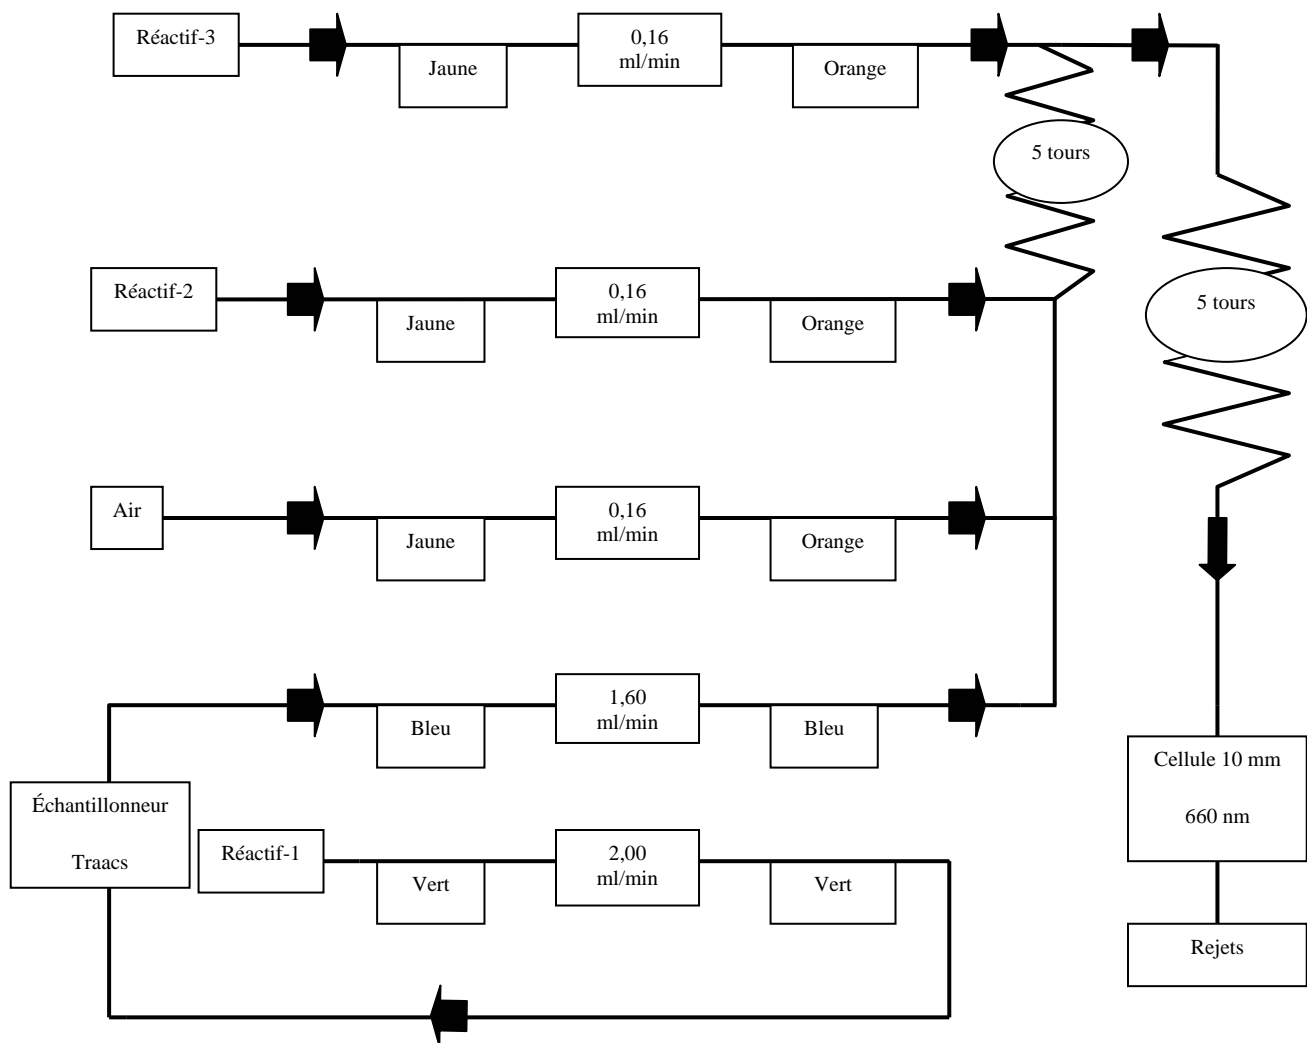

Figure 1 : Schéma du système à réaction pour le dosage du phosphore de faible concentration et en trace.
- Assembler le système à réaction présenté à la figure 1. Les nouveaux tubes doivent être conditionnés en suivant les instructions données dans l'annexe B.